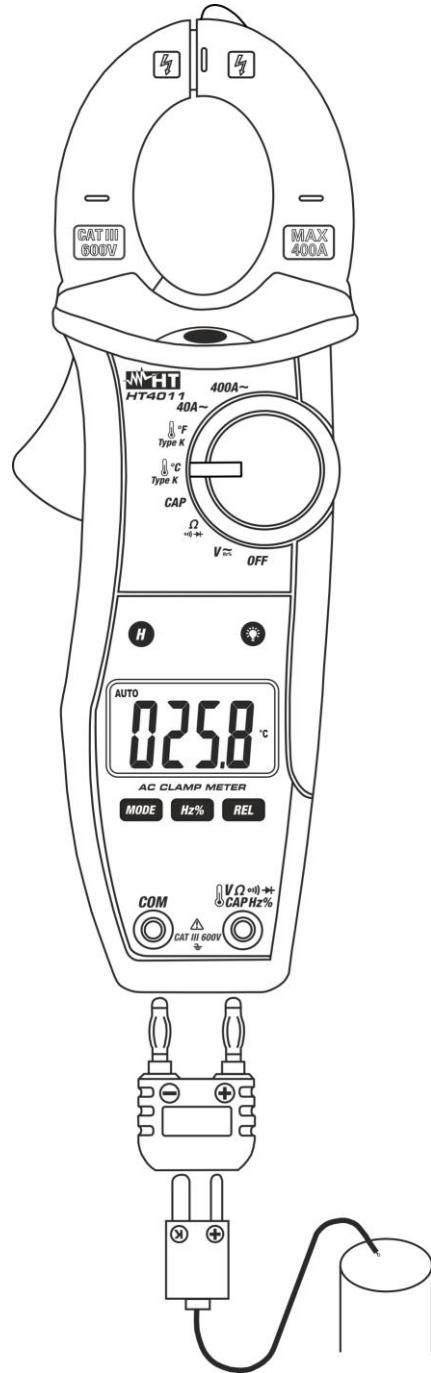

Fig. 9 : Utilisation de la pince pour mesure de température
2. Insérer la sonde à fil de type K de dotation dans les bornes d'entrée **VΩHz** et **COM** par l'adaptateur correspondant, en respectant la polarité montrée en Fig. 9. La valeur de température apparaît à l'écran.